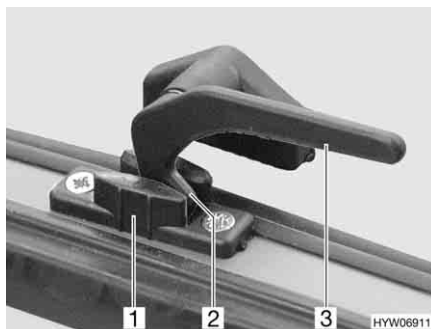

Fig. 36 Leva di serraggio in posizione "Aerazione continua"
- In posizione di "Aerazione continua" (Fig. 36)
- Ruotare la leva di serraggio (Fig. 36,3) di un quarto di giro verso il centro della finestra.
- Ruotare la leva di serraggio di un quarto di giro verso il telaio della finestra. Riportare contemporaneamente il nasello di chiusura (Fig. 36,2) nella rientranza della chiusura della finestra (Fig. 36,1).